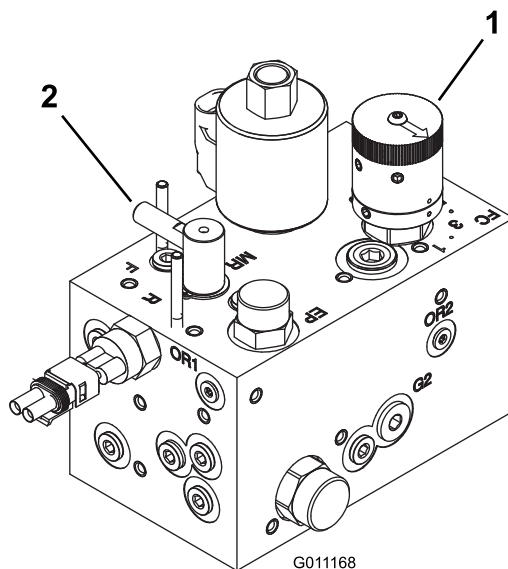

Figura 41
2. Girate la manopola di comando della velocità dei cilindri (Figura 41) fino al numero impostato determinato nella fase 1.